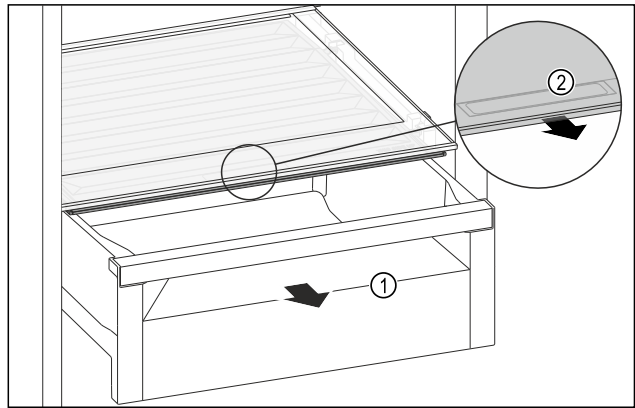

Fig. 104
- ▶ Schubfach Fig. 104 (1) herausziehen.
- ▶ Griffmulde Fig. 104 (2) am Fachdeckel anfassen und Fachdeckel gleichzeitig nach vorne ziehen.